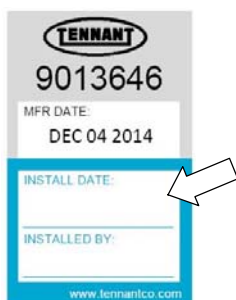

ABB. 92
4. Tragen Sie das Installationsdatum auf dem neuen Patronenaufkleber ein (Abbildung 92).